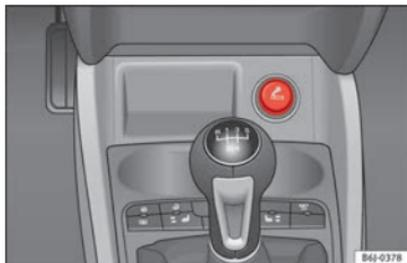

Abb. 113 Zigarettenanzünder.
- Drücken Sie den Zigarettenanzünder » Abb. 113 zum Einschalten hinein » ⚠.